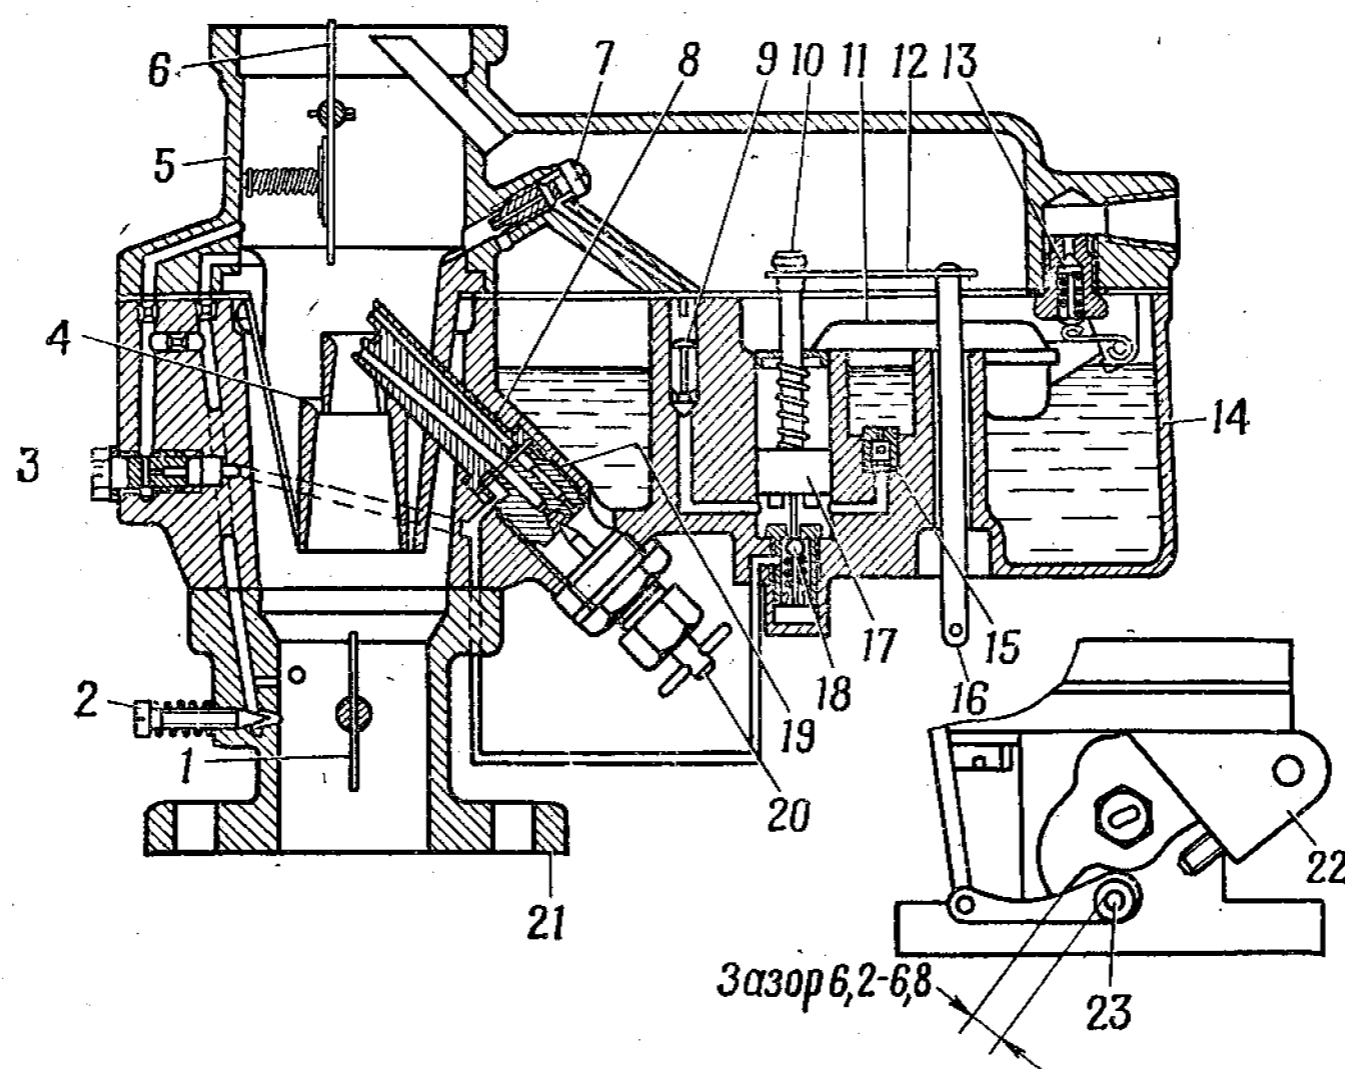

Рис. 64. Карбюратор К-22Д в сборе:
18. Вывернуть из корпуса 14 (рис. 64) жиклер 3 с шайбой, клапан 18 с шайбой и клапан 15	Отвертка В 175×0,7
- срыв или смятие резьбы более двух ниток в резьбовых отверстиях под жиклер 7 (рис. 64), клапан 13 и угловой штуцер карбюратора.
38. Ввернуть в корпус 14 (рис. 64) жик- лер 3 с фибровой шайбой, клапан 18 с фи- бровой шайбой и клапан 15	Отвертка В 150×0,5
<p>Экономайзер должен выключаться в момент, когда конец рычага 22 (рис. 64) привода дроссельной заслонки не дойдет до оси 23 эксцентрика минимального газа на 6,2—6,8 мм.</p>